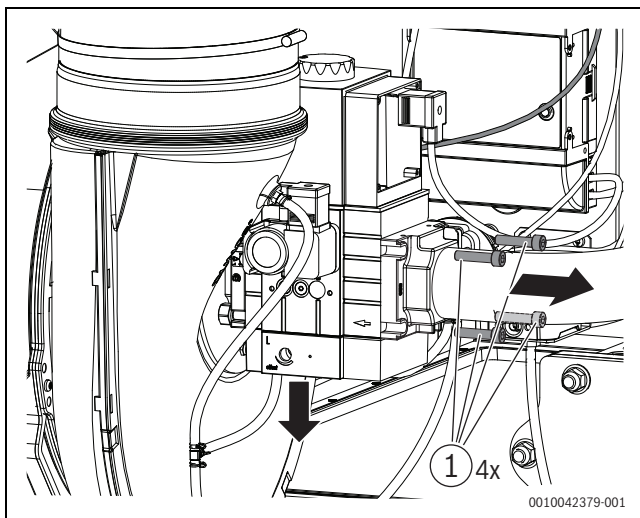

Fig. 53 Desapertar os parafusos na válvula de gás (representado: versão independente do ar ambiente)
- ▶ Desapertar o tubo do gás no dispositivo de controlo do gás. Para o efeito, remover os 4 parafusos no flange (→ fig. 53).